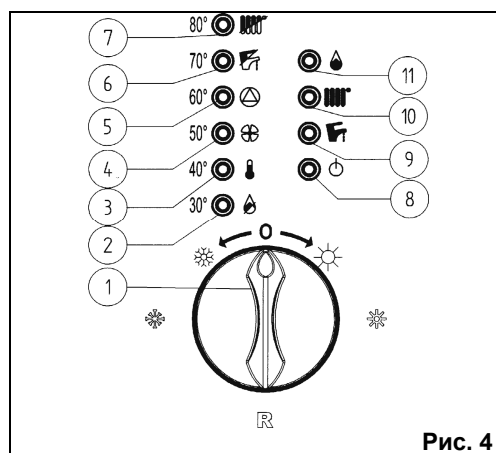

Рис. 4
Внимание! При первом розжиге горелка может загораться не сразу (пока не выйдет воздух из газовых труб), вызывая "блокировку" котла. В этом случае мы рекомендуем повторять процедуру зажигания, пока газ не дойдет до горелки. Для сброса блокировки ручку (1) кратковременно перевести в положение (R) (см. рис.4).
Рекомендуется заполнять систему отопления очень медленно для облегчения стравливания воздуха. При заполнении системы переключатель режимов (рис. 4, поз. 1) должен быть установлен в положение (0). В случае если давление котла часто падает, необходимо обратиться в обслуживающую организацию.
Для выключения котла необходимо прекратить подачу электропитания на аппарат. При переключателе режимов (рис.4, поз.1) в положении (0) котел находится в режиме ожидания, но при этом электрические части устройства находятся под напряжением.